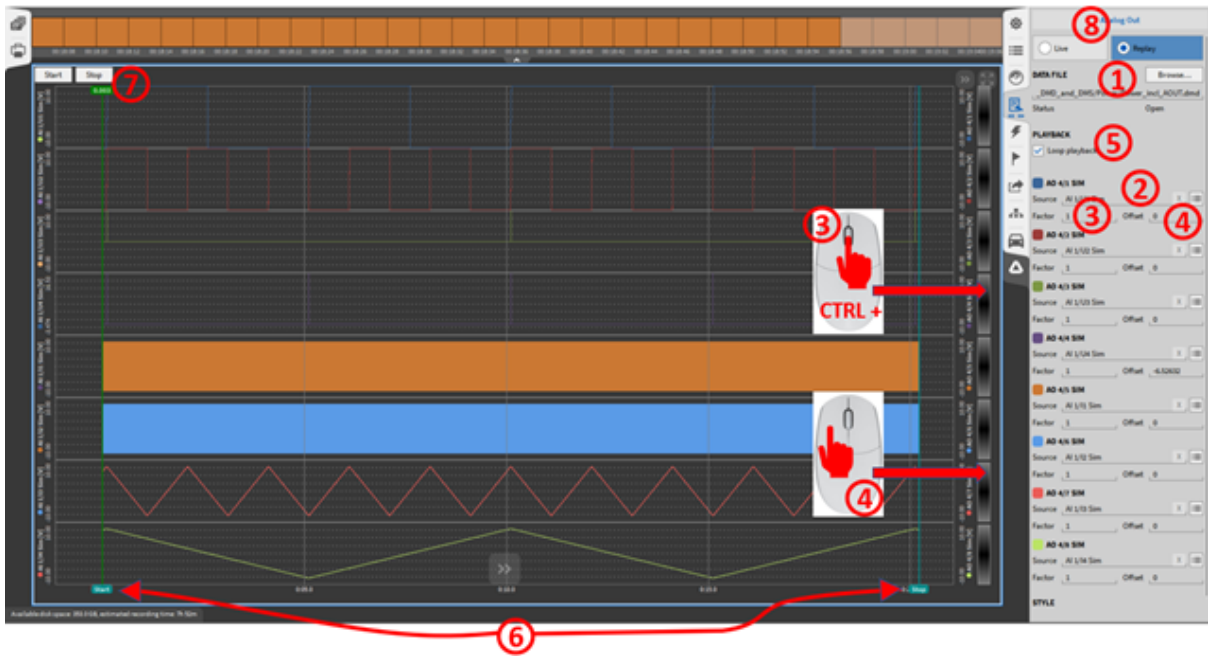
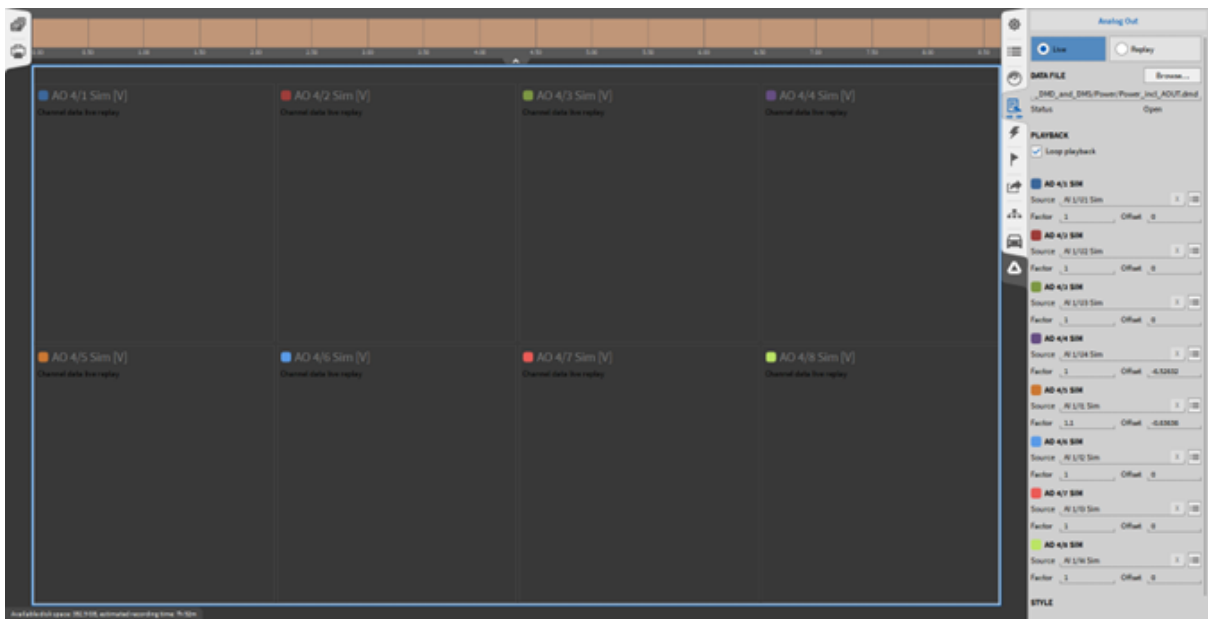

Abb. 4.16: Instrumenten-Eigenschaften des Stream Output Instruments (Replay)
Abb. 4.17: Instrumenten-Eigenschaften des Stream Output Instruments (Live)
Um eine Datei zu laden, öffnen Sie die Instrumenten-Eigenschaften mit einem Doppelklick auf das Instrument oder wählen Sie dieses aus und öffnen Sie das Instrumenten-Eigenschaften Menü (siehe Abb. 4.16).
- ① Klicken Sie auf Browse, um eine .dmd Datei auszuwählen.
- ② Wählen Sie die Kanäle der Datei aus, welche ausgegeben werden sollen.
- ③ Ändern Sie den Skalierungsfaktor, falls gewünscht.
- ④ Ändern Sie den Offset, falls gewünscht.
- ⑤ Wiederholen Sie die Signalausgabe, andernfalls wird das Signal nur einmal wiedergegeben.
- ⑥ Verwenden Sie die Cursors, um nur einen bestimmten Bereich des Datenfiles wiederzugeben.
- ⑦ Starten/stoppen/pausieren Sie die Ausgabe.
- ⑧ Wiedergabemodus „Replay“ dient zur Wiedergabe von Kanälen einer zuvor aufgezeichneten OXYGEN Datei (siehe Abb. 4.16). Wiedergabemodus „Live“ dient zur Wiedergabe von skalaren Kanälen der aktuellen Messung (siehe Abb. 4.17), es werden dabei keine Daten im Instrument dargestellt. Im „Live“ Modus, dient das Instrument lediglich zur Einstellung der zu übertragenden Kanäle, welche direkt als AOUT Kanal mit der eingestellten Verzögerungszeit ausgegeben werden.